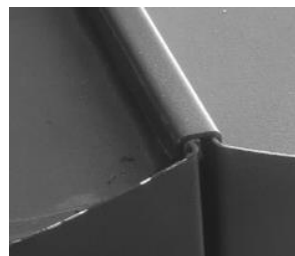

fig. 2
- d. À l'aide d'un assistant, placez le bord du coffre à outils latéral à 6 tiroirs de 14 1/2 po sur le rebord correspondant de l'armoire à outils roulante en vous assurant qu'il est affleurant et sécuritaire (fig. 2).